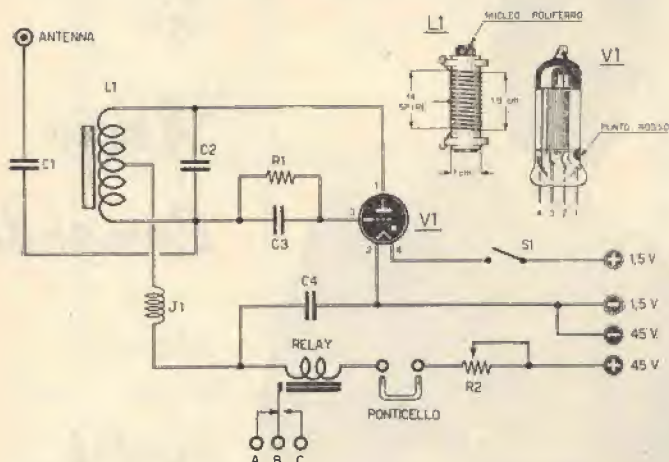

Fig. 1. - Schema elettrico 1° tipo di ricevente monovalvolare con 1 valvola a gas
- R1 e J1 dovranno risultare sistemati il più vicino possibile alla valvola V1. La bobina L1 consta di 14 spire avvolte su di un tubetto di polistirolo del diametro di mm. 10 completo di ferrocube (vedi a destra nella fig. 1). Il tipo di filo da utilizzare risulta in rame e presenta un diametro di mm. 0,6, mentre la lunghezza d'avvolgimento sarà di mm. 19.
Il relay è del tipo E.D. da 5000 ohm o tipo consimile. Si notano, dall'esame dello schema elettrico (fig. 1), due boccole indicate con la scritta PONTICELLO; dette boccole servono per l'inserimento di un milliamperometro, necessario per la messa a punto della ricevente.